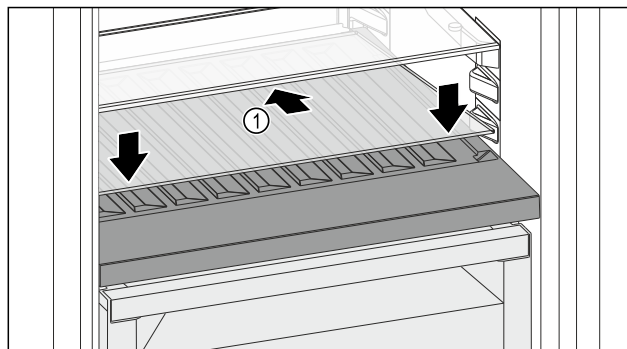

Fig. 124
- 向后下方倾斜放置玻璃隔板 Fig. 124 (1)。
- 放低玻璃隔板 Fig. 124 (1) 前部。